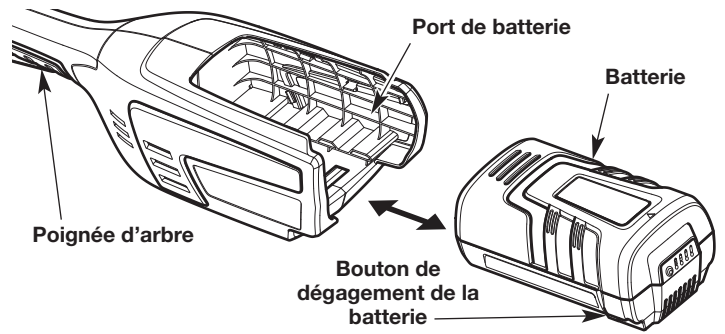

Fig. 9
1. Saisir fermement la poignée de l'arbre (Fig. 9). **N'appuyez PAS** sur le blocage de la détente et **n'appuyez PAS** sur la détente. Reportez-vous à la rubrique *Démarrage et arrêt*.
2. Insérez la batterie en la faisant glisser dans le port de la batterie (Fig. 9). Poussez fermement la batterie jusqu'à ce que le loquet de la batterie s'enclenche (Fig. 9). Vous devriez entendre un « clic ».
2. Appuyez sur le loquet de la batterie pour la déverrouiller (Fig. 9).
3. Retirez la batterie du port de la batterie (Fig. 9).